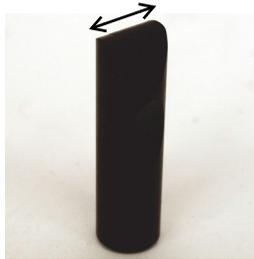

Figura 5-32 Il lato più lungo dell'estremità della sonda
1. Posizionare la sonda tra due intagli nel campione, posizionare il lato più lungo dell'estremità della sonda (vedere Figura 5-32 a pagina 159) perpendicolarmente agli intagli ed in seguito premere il tasto A-LIFT NULL ().